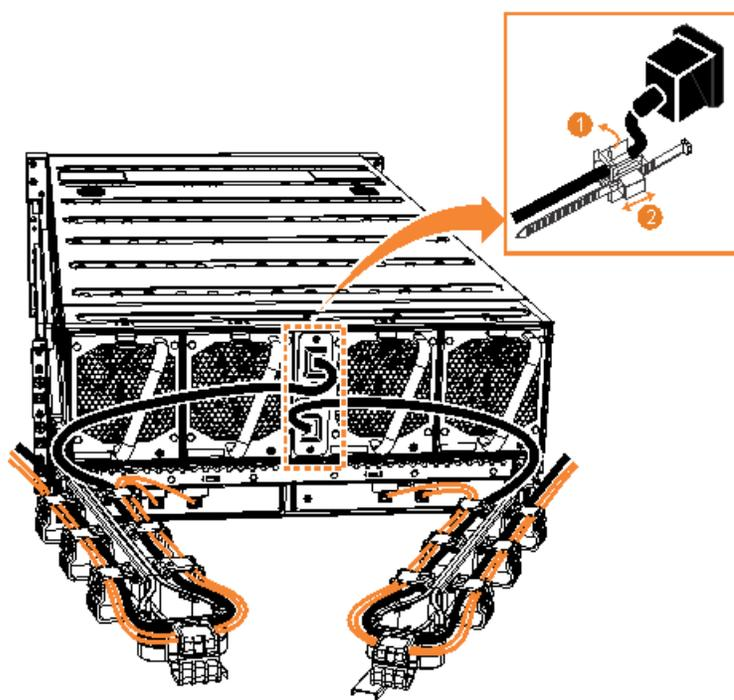

図 52. 電源ケーブルの固定
2. 66 ページの図 52 に示されているように、エンクロージャの背面で各電源コネクタのケーブル・リテーナーに電源ケーブルを固定します。また、各ケーブルを、必ず、ケーブル・マネジメント・アームの 1 つに沿って取り付けてください。ケーブル・マネジメント・アームは、SAS ケーブルもサポートします。